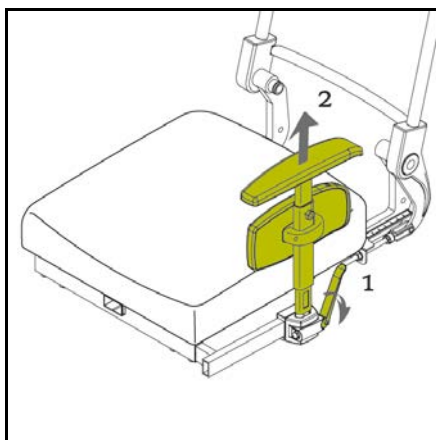

Figure 6.3
Transfert par le côté (fig. 6.3)
- Pousser le taquet vers l'arrière afin de déverrouiller l'accoudoir (fig. 6.3).
- Soulever l'accoudoir pour le libérer de son support (fig. 6.3).